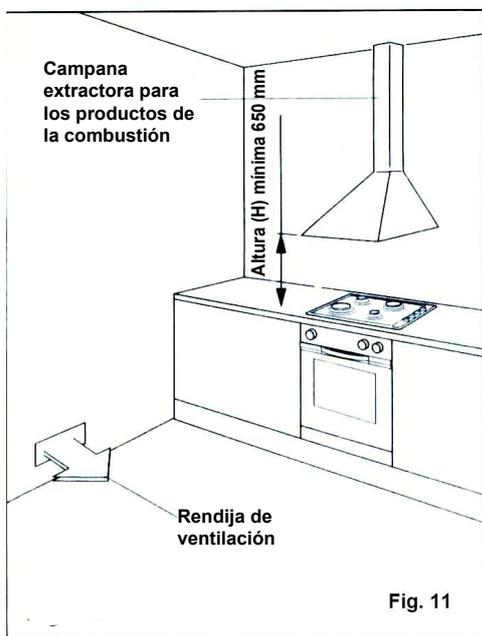

Fig. 11
- Aplique el sellador auto-adhesivo "G" como lo ilustra la fig.11.